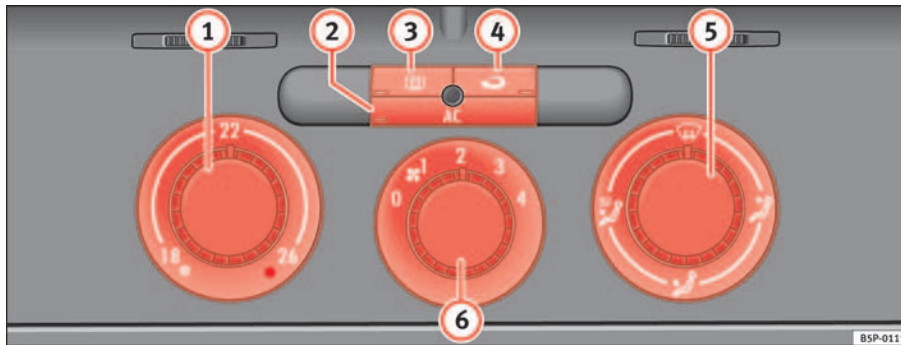

Abb. 122 In der Instrumententafel: Bedienelemente der Climatic
- Mit den Reglern ⇒ Abb. 122 **1** und **5** und mit dem Schalter **6** stellen Sie die Temperatur, die Luftverteilung und die Gebläsestufe ein.
- Schalten Sie die Klimaanlage mit der Taste \Rightarrow Seite 153, Abb. 122 (AC) ein.